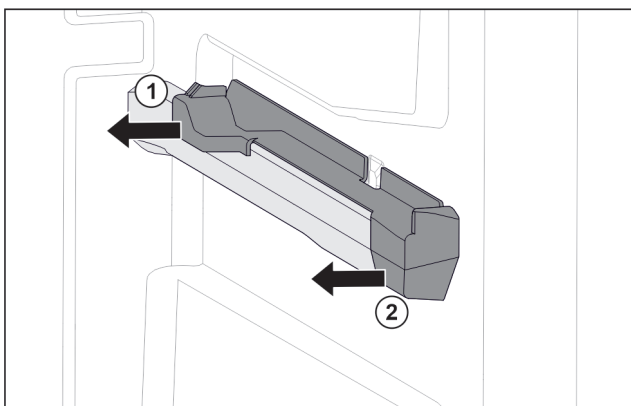

Fig. 77 Elemento inseribile sulla nervatura destra del contenitore
- ▶ Estrarre l'elemento inseribile dal lato posteriore di lato. Fig. 77 (1)
- ▶ Estrarre l'elemento inseribile dal lato anteriore di lato. Fig. 77 (2)